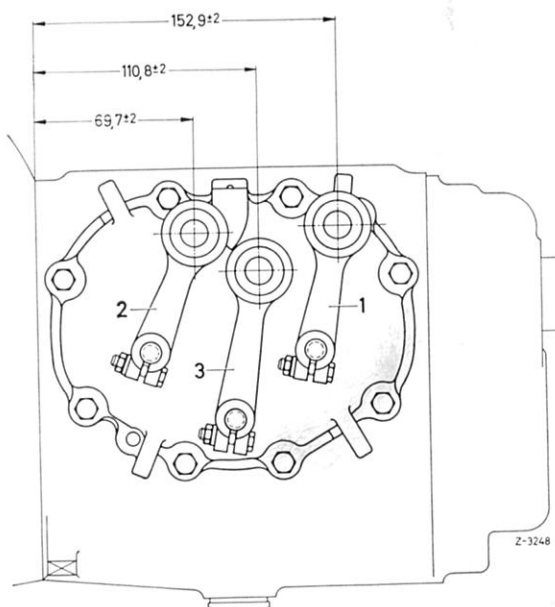

Bild 26—10/3
Der wesentlichste Unterschied hierzu liegt in der Stellung der Schalthebel (1), (2) und (3) am Schaltdeckel (Bild 26—10/3).